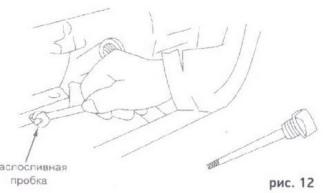

рис. 12
- отвернуть маслозаливную и маслосливную пробки. Слив масло. Установить маслосливную пробку на место и надежно её затянуть (см. рис. 12).